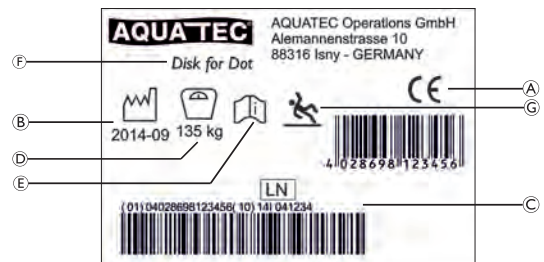

Fig. 2
1.5 Labels and symbols on the product (Fig. 2)
I.4 Schilder und Symbole auf dem Produkt (Abb. 2)